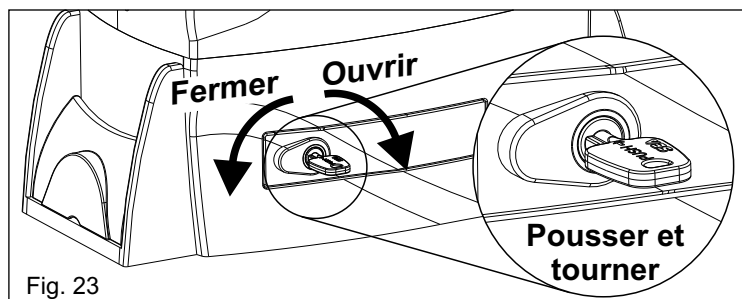

Fig. 23
- Insérer, **pousser** et tourner la clef dans le sens d'aiguilles d'une montre à 90° (fig. 23).